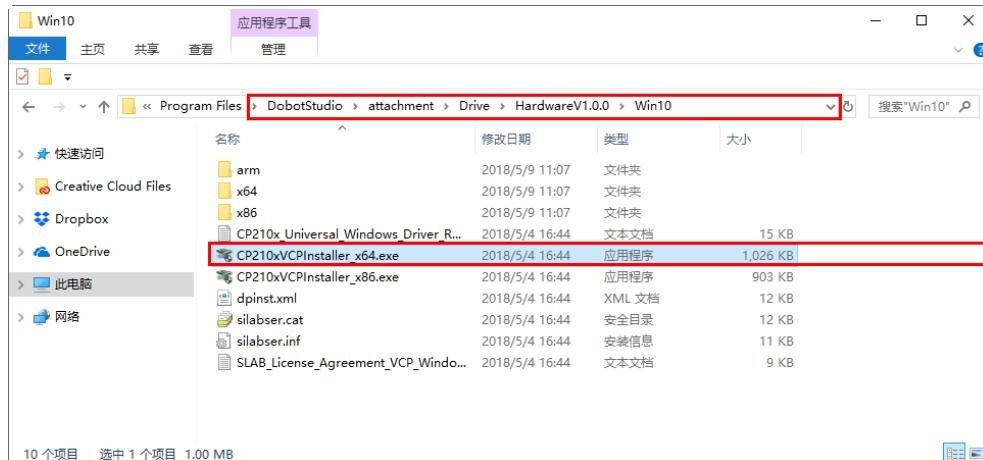

图 2.12 安装 Windows 10, 64 位的机械臂驱动
- 如果用户卸载驱动后需重新安装，可以在“安装目录\DobotStudio\attachment\Drive\HardwareV1.0.0”目录下安装对应操作系统的驱动。比如为 Windows 10, 64 位操作系统安装驱动，如图 2.12 所示。